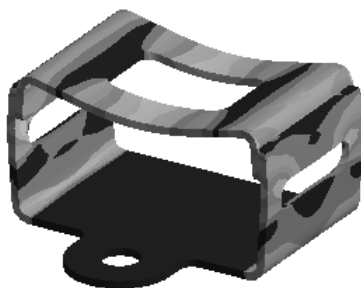

图 7.6.58 应力结果图解
(1) 求解分析。在顶部工具栏中单击 **Solve** 按钮求解分析。
(2) 查看应力结果图解，在“Outline”窗口中选中 **Equivalent Stress**，查看图 7.6.58 所示的总应力结果，其最小应力为 0MPa，其最大应力为 14.239 MPa。